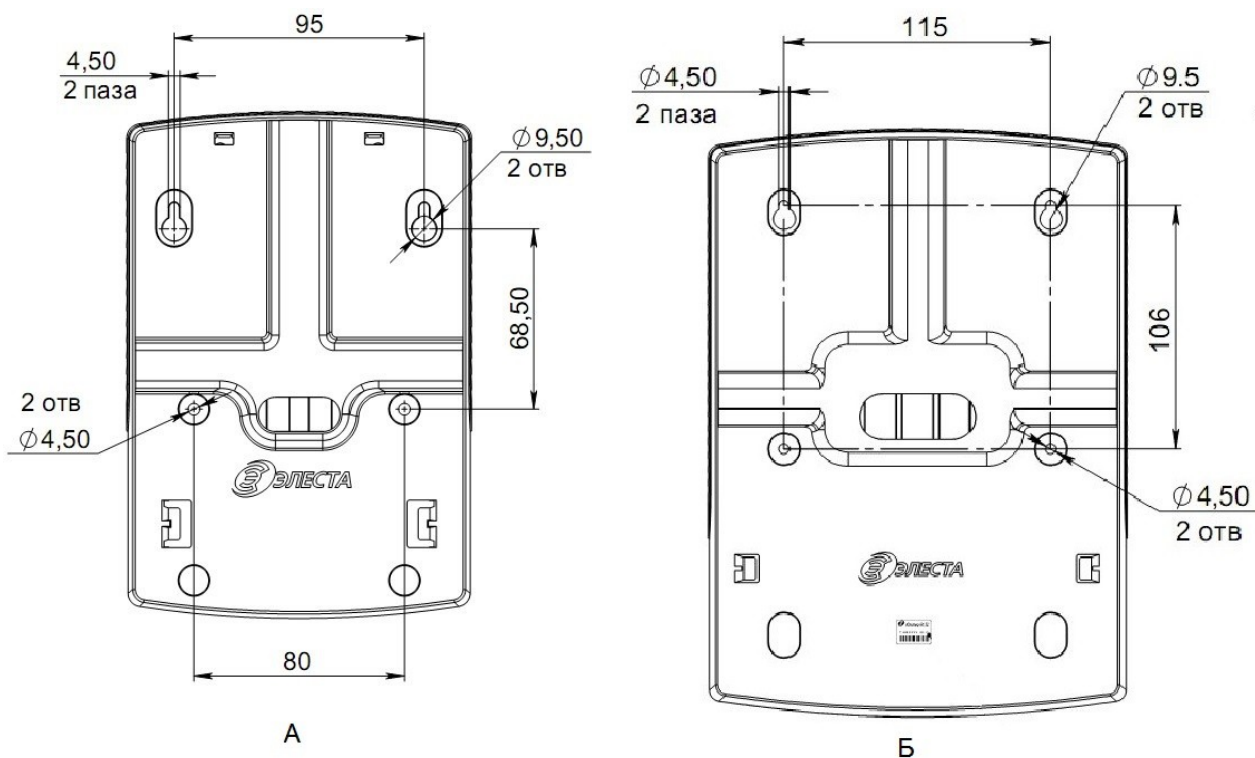

Рисунок 4.2 - Установочные размеры приборов Юпитер-2424 (А) и Юпитер-2425 (Б)
Прибор устанавливается в помещении с ограничением доступа посторонних лиц, в удобном для технического обслуживания месте. Прибор крепится к стене на высоте, удобной для наблюдения за индикацией. Прибор навешивается на два шурупа, ввинченных в стену и крепится двумя шурупами через отверстия в основании корпуса (рисунок 4.2).
- 3 Навесьте прибор на стену с помощью двух шурупов, соблюдая установочные размеры (рисунок 4.2);
- 4 Закрепите прибор на стене двумя другими шурупами по установочным размерам (рисунок 4.2), предварительно продев провода внешних подключений через отверстие в основании корпуса.